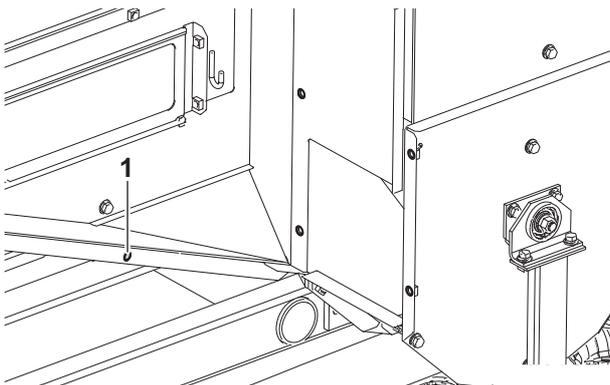

図 2-41
2. 組み付けかたの手順17.で組み付けた、ケース入口A仕組とカバー（前をつなぐボルト (1) 1本を外します。(図 2-41)